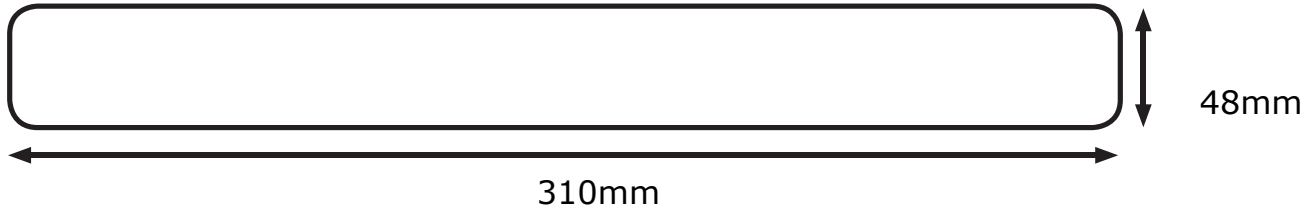

FIG1
- Wytnij w suficie odpowiedni otwór zgodnie z wycięciem na rys. 1, upewniając się, że nie narusza on kabli elektrycznych, rur wodociągowych / gazowych lub belek stropowych.